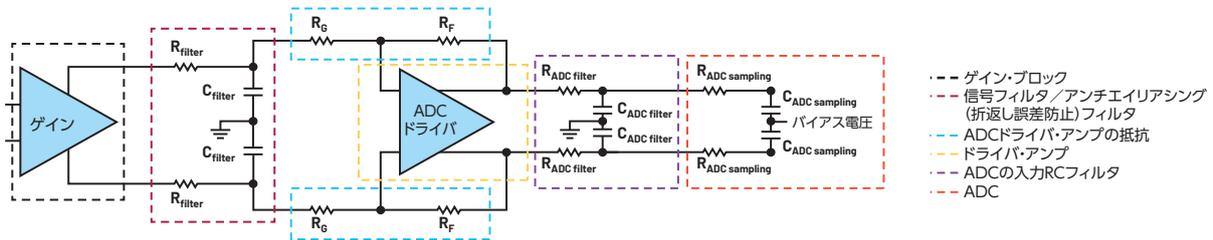
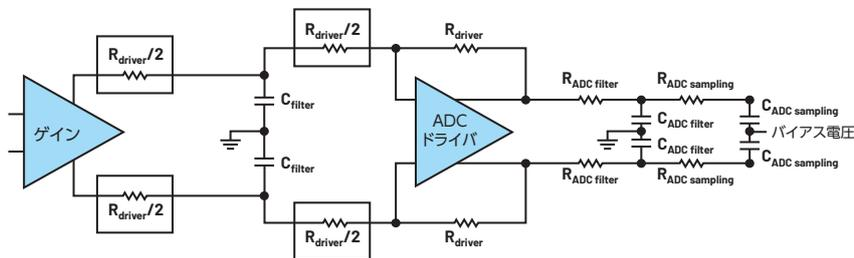

図3. シグナル・チェーンの各部のグループ分け。グループ分けした各部のノイズを計算します。
図4. ノイズ解析を行うための抵抗値の設定
- ▶ 信号フィルタは、ドライバの回路と組み合わせて実現されていると考えることができます。パッシブ・フィルタを使用すると、アクティブ・フィルタを使用する場合と比べて消費電力を抑えられます。消費電力は、解析の対象とするシグナル・チェーンの主要な要素の1つです。本稿の例の場合、抵抗 R_{filter} 、 R_G 、 R_F の値を慎重に選択し、回路全体のゲインが1になるように設定しなければなりません (図4)。 R_G の値は、信号フィルタの帯域幅に対して次のように寄与します。
以下で示す解析は、図3のように信号フィルタとしてパッシブ・フィルタを使用するケースを対象とします。また、図4に示すように、抵抗値の関係は $R_{filter} = R_G = R_{driver}/2$ であるとし、その目的は、ドライバ・ブロックで不要なゲインが生じないようにすることです。つまり、ゲイン・ブロック以外ではゲインが加わらないようにします。更に、図4のように $R_{driver} = R_F$ であるとし、
次に、図3で水色の破線で示したADCドライバ・アンプの抵抗について検討します。
▶ これらの抵抗（図4で言えば、 R_{driver} と $R_{driver}/2$ ）によって生成されるノイズは、下流の2つのブロックにまたがって存在するADCの複合フィルタによって除去されます。